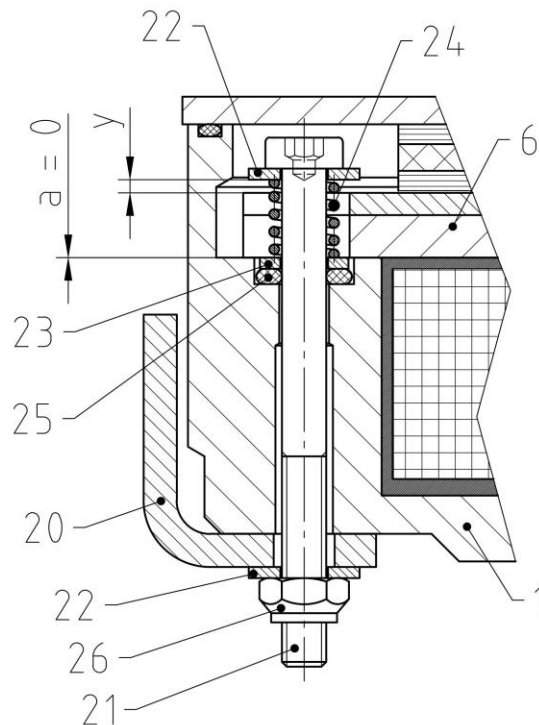

Figura 3.2:
3.1.6 Liberación manual (figura 3.2) - *solo en caso de montaje o desmontaje por parte del cliente* -
- Sin embargo, en comparación con los frenos de la serie BRE IP66 (Precima FDW), la **placa de anclaje** (véase **figura 3.2**) **no tiene que desmontarse**.